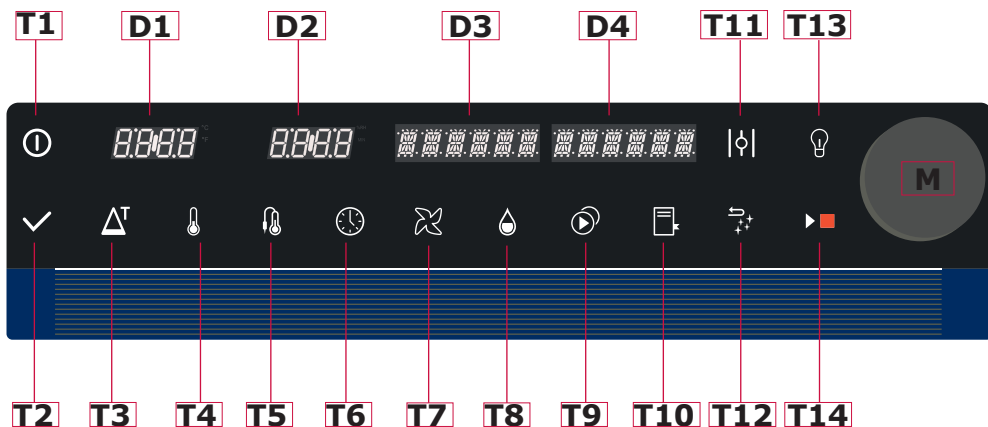

Fig. 8
Allumer le four au moyen de la touche de l'interrupteur principal **T1 Fig. 8** (page suivante)
Appuyer sur la touche **T14 (Fig.8)** « Start/Stop ».
- Les lumières dans la chambre de cuisson s'allument en appuyant sur la touche **T13 (Fig.8)** et après 45 secondes, si elles ne se sont pas éteintes avant, elles s'éteindront automatiquement en appuyant à nouveau sur la touche.
En tournant le bouton M (Fig.8) il est possible de régler la valeur de la fonction souhaitée (ex. augmenter ou réduire la température / temps / humidité...). La confirmation de la valeur entrée s'effectue en appuyant sur cette valeur ou sur la touche correspondante.
En appuyant pendant 3 secondes sur la touche **T1 (Fig.8)**, il est possible d'allumer et d'éteindre le four. A l'allumage, le four est en mode Stand-by, en attente de l'ajout des paramètres de cuisson.